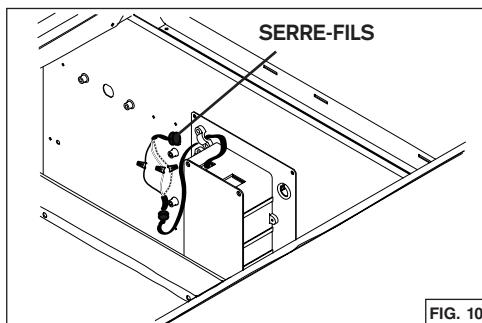

FIG. 10
3. Connecter le câble du ventilateur externe à l'aide des capuchons de connexion inclus. Connecter le fil NOIR au fil NOIR, le fil BLANC au fil BLANC et le fil VERT ou dénudé au fil VERT. NE PAS OUBLIER DE CONNECTER LA MISE À LA TERRE. Se référer à la FIG. 10.